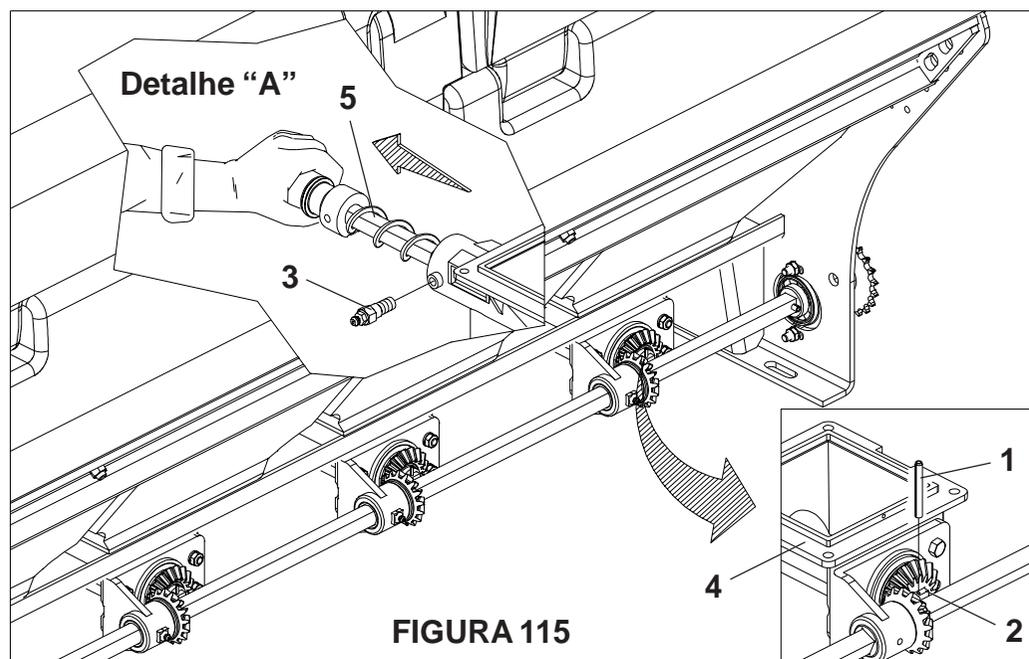

FIGURA 115
### LIMPEZA DO CONDUTOR TRANSVERSAL ( FIGURA 115 ) SPA MEGA FLEX 4000 / 4500 / 5000 / 5500
1 - Tire o pino elástico (1) do eixo (2) e o parafuso (3) do canhão distribuidor (4). Em seguida, puxe o eixo (5) para trás, **conforme mostra o detalhe "A", FIGURA 115.**